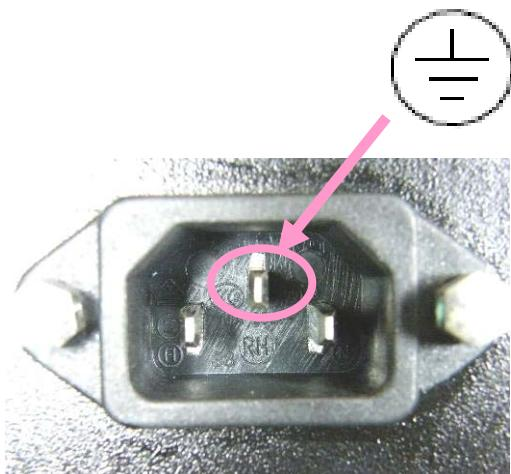

図8. 電源コード差込口(インレット(EN60320))
- (1) このポンプの回転方向は、ポンプ正面（レベルゲージ側）から見て時計回りです。
- (2) 電源コード差込口（インレット）はEN60320に適合しています。
- (3) 図8.の電源コード差込口（インレット）に電源コードを差込んで使用して下さい。
- (4) 電源電圧に適した電源コードを選定して下さい。
- (5) 過電流によるモータの焼損を防止するために、電気結線には過負荷保護装置（自動復帰型のサーマルプロテクター）が内蔵されています。
- (6) 過負荷保護装置以外の保護装置（漏電遮断器等）も併設して下さい。